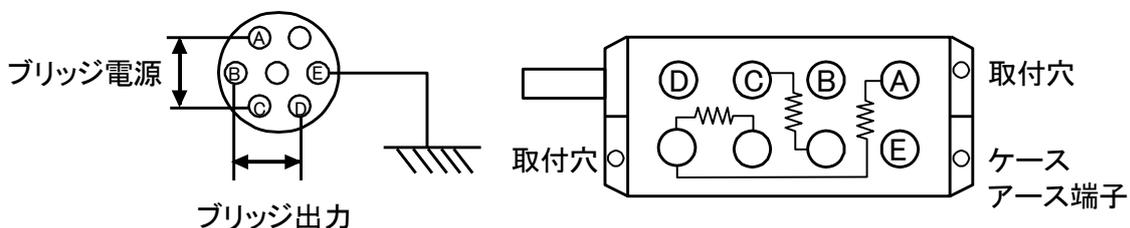

図4-1 ブリッジボックス概観
(1) 設置方法
B)固定する場合には図4-1に示す取付穴を利用してビス止めします。
- A)コネクタの結線は、図4-1に示すようにピン番号A、Cがブリッジ電源の供給で、B、Dが動ひずみ測定器への入力となります。Eはコモン端子です。